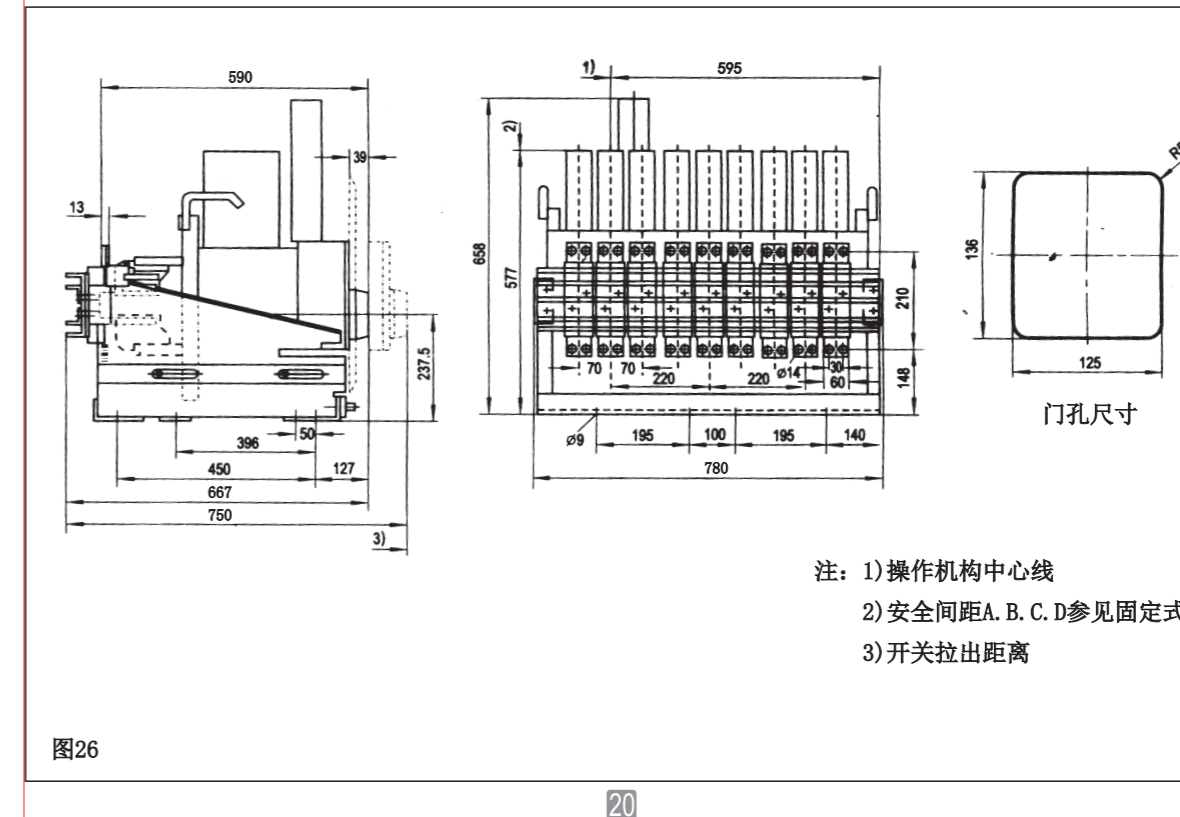

图26
7.2.9 DW17-3900 (3900A) 抽屉式断路器外形尺寸见图26